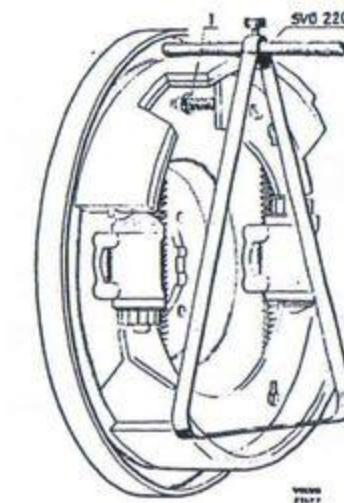

Bild 129. Kontroll av inställning.
- Montera bromsbackarna och tag bort låsträdarna. Kontrollera bromsbac-karnas läge, vilket om navet är borrtaget kan ske med hjälp av verktyg SVO 2203. Anbringa därvid verktyget mot bromsbackarna enligt bild 129. Lossa låsmuttern och ställ in stödskruven (1) så att bromsbelägget ligger mot pinnen utefter hela bredden. Dra åt låsmuttern. Vrid verktyget och ställ in den andra bromsbacken på samma sätt. Kontrollera att båda backarna är rätt inställda.